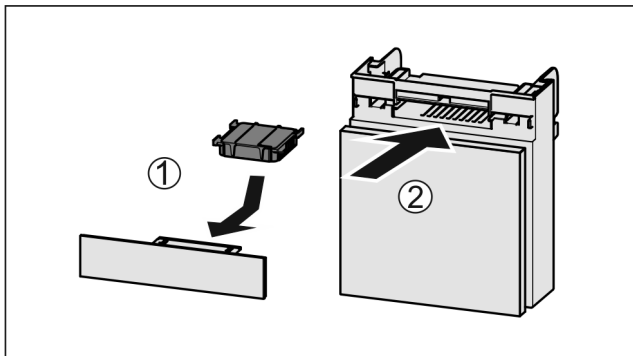

Fig. 156
- ▶ Вставити фільтр з активованого вугілля за малюнком Fig. 156 (1).
- ▶ Вставити відділення Fig. 156 (2).